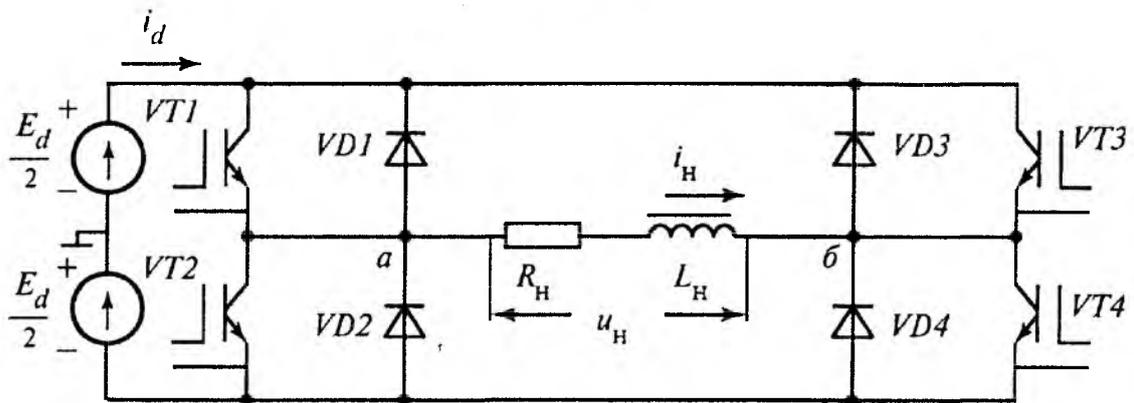

Рис. 3
6. Однофазный АИН собран по схеме рис.3. Регулирование выходного напряжения осуществляется методом ШИР. Определить значение угла регулирования  $\alpha$  для уменьшения значения выходного напряжения в 2 раза по сравнению с максимально возможным значением.
7. Однофазный АИН собран по схеме рис.3. Регулирование выходного напряжения осуществляется методом ШИР. Определить значение угла регулирования  $\alpha$  для уменьшения значения выходного напряжения в 3 раза по сравнению с максимально возможным значением.